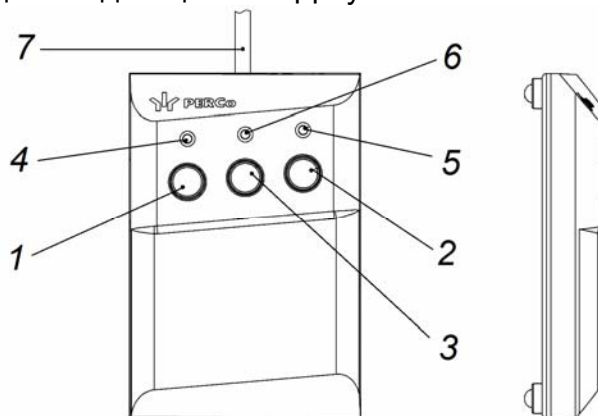

Рисунок 3. Общий вид и габаритные размеры ПДУ
ПДУ (9) выполнен в виде небольшого настольного прибора в корпусе из ударопрочного АБС-пластика и предназначен для подачи команд управления оператором при ручном управлении ЭП и индикации текущего состояния направлений прохода ЭП. Внешний вид и габаритные размеры ПДУ показаны на рис. 3.